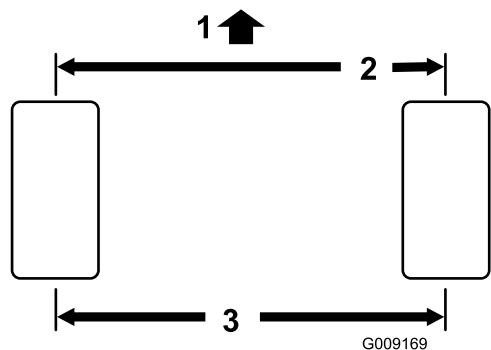

図 69
1. 後輪の前と後ろで、左右のタイヤの中央線間距離を測るアクスルの高さ位置で計測 図 69。